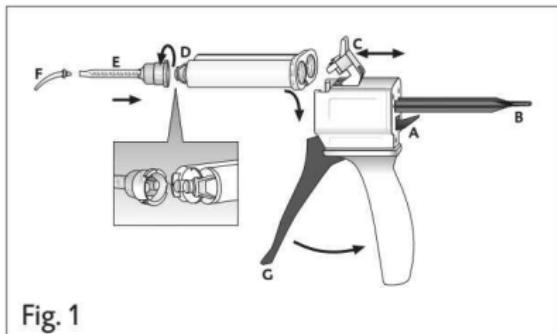

Fig. 1
1. Duw de hendel [afb. 1, pos. A] aan de achterkant van de Automix-Dispenser omhoog en trek de schuif [afb. 1, pos. B] volledig terug.
2. Klap de plastic grendel [afb. 1, pos. C] omhoog, plaats de patroon en zet die vast met de plastic grendel [afb. 1, pos. C].
1. Trek de dop [afb. 1, pos. D] van de patroon of de gebruikte mengcanule door deze 90° linksom te draaien enwerp de dop weg.
2. Plaats een nieuwe mengcanule [afb. 1, pos. E].
4. Plaats een Intraoral-Tip [afb. 1, pos. F].
- ▶ Meng met de hendel [afb. 1, pos. G] van de Automix-Dispenser het materiaal in de mengcanule en breng dit direct aan.
2. Klap de plastic grendel [afb. 1, pos. C] omhoog en verwijder de patroon.